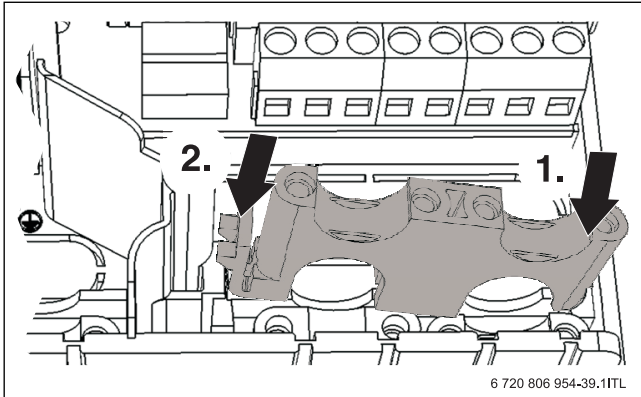

Bild 26 Kunststoffbrücke einsetzen
1. Kunststoffbrücke mit der Rastnase zuerst einsetzen (→ Bild 26).